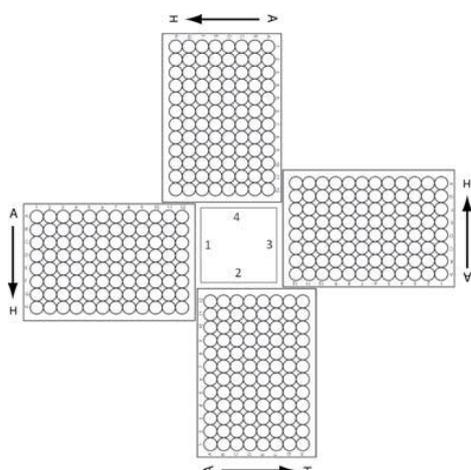

図 3 Agilent Labware MiniHub プレートの向き。Thermo Scientific リザーバーのときには、切り欠きのある角が MiniHub の中央に向くように置きます。
8. 図 3に示すプレートの向きを参考に、表 8にしたがって Labware MiniHub に試薬をセットします。必ず A1 の位置が下図に指定された向きでセットするように注意してください。この向きを間違えると、実験は正しく行われません。正しい位置に正しい向きで指定されたプレートを置くように十分に注意してください。また nuclease-free 水と 70%エタノールを入れたリザーバーには、切り欠きがあります。必ず切り欠きが MiniHub の内側を向くようにセットしてください。切り欠きを MiniHub の外側に向けてセットしてしまうと、リザーバーの位置がずれ、BenchCel がリザーバーを運べなくなるトラブルが発生する危険性があります。